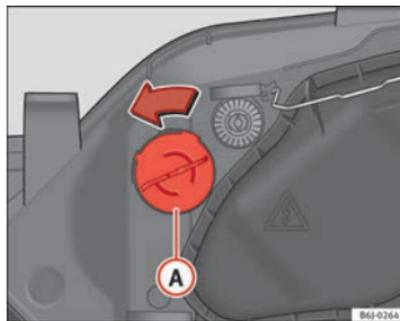

Fig. 159 Indicatore di direzione
- Ruotare il portalampada ⇒ fig. 159 **A** verso sinistra e tirare.